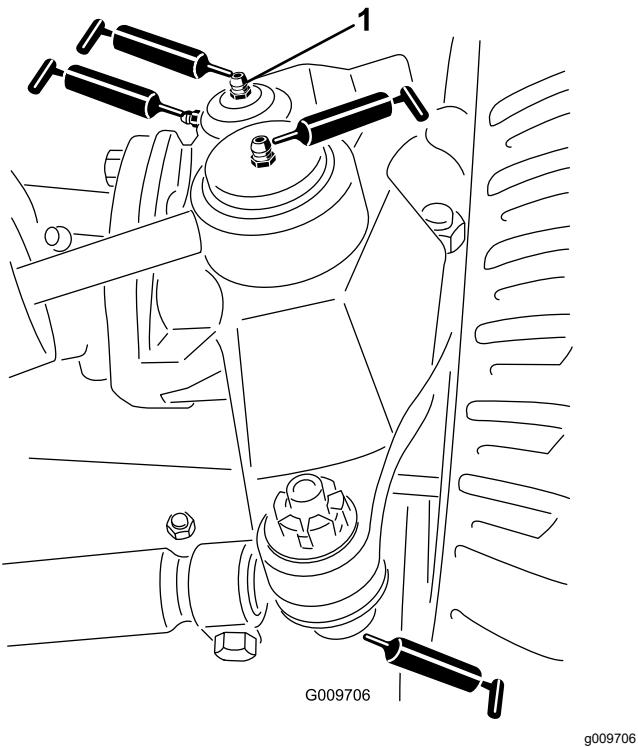

Figura 38
- Rótulas do cilindro da direção (2), como se mostra na Figura 38
- Rótulas da barra de ligação (2), como se mostra na Figura 38
- Casquilhos do pino principal (2), como se mostra na Figura 38